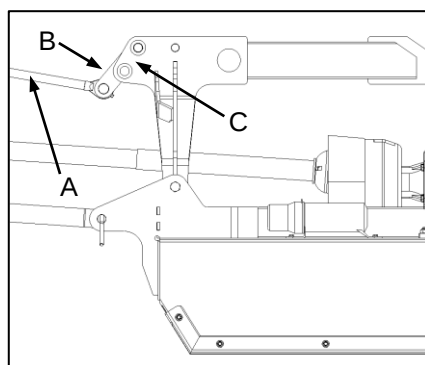

Fig. 1
- ✓ With the implement in the working position, the tractor 3-point hitch top link length should be adjusted (Fig. 1-A) to allow the flexible link (Fig. 1-B) to assume an angle of approx. 45 degrees. Note that multiple hole locations (Fig. 1-C) are available in order to achieve an acceptable hitch geometry in both the working and lifted positions.
- ✓ Met die implement in die werksposisie, moet die lengte van die trekker se 3-punt bo-koppeling aangepas word (Fig. 1-A) om die buigbare skakel (Fig. 1-B) toe te laat om 'n hoek van ongeveer 45 grade te vorm. Let daarop dat veelvuldige gate-liggings (Fig. 1-C) beskikbaar is om 'n aanvaarbare koppelgeometrie in beide die werks- en opgehefte posisies te bereik.